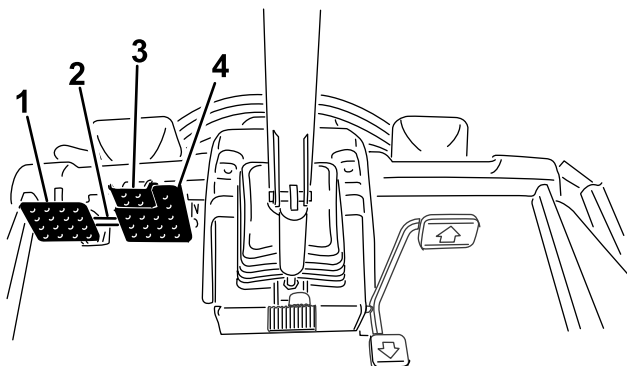

Figura 32
- Deconectați elementul de blocare a pedalei (Figura 32).